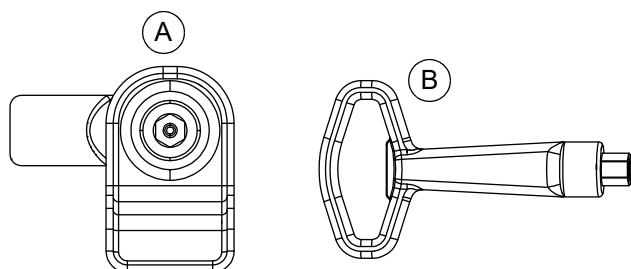

Figure 3-2. Clé et poussoir du panneau d'accès (standard)
1. Voir la **Figure 3-2**. Retirez la clé (B) du sachet fixé à la porte de l'appareil.